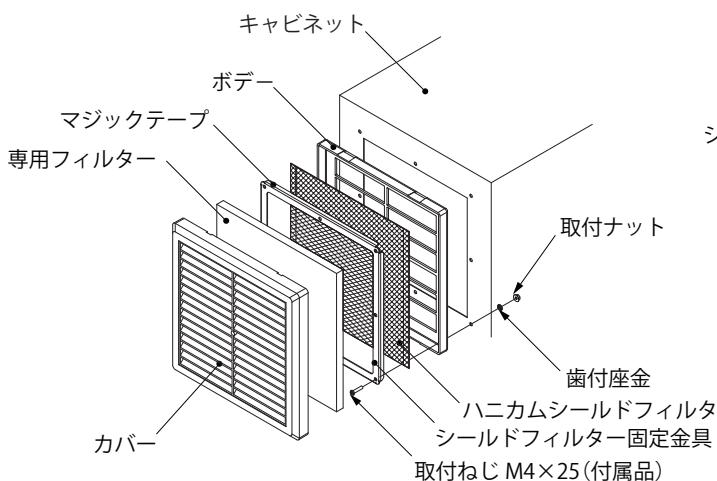

図3
3. シールドフィルター固定金具に付属のマジックテープを 4 隅に貼り付けて下さい。(図 3、4)
4. 付属の取付ねじ M4×25、取付ナット、歯付座金でキャビネットに取り付けてください。(図 3)